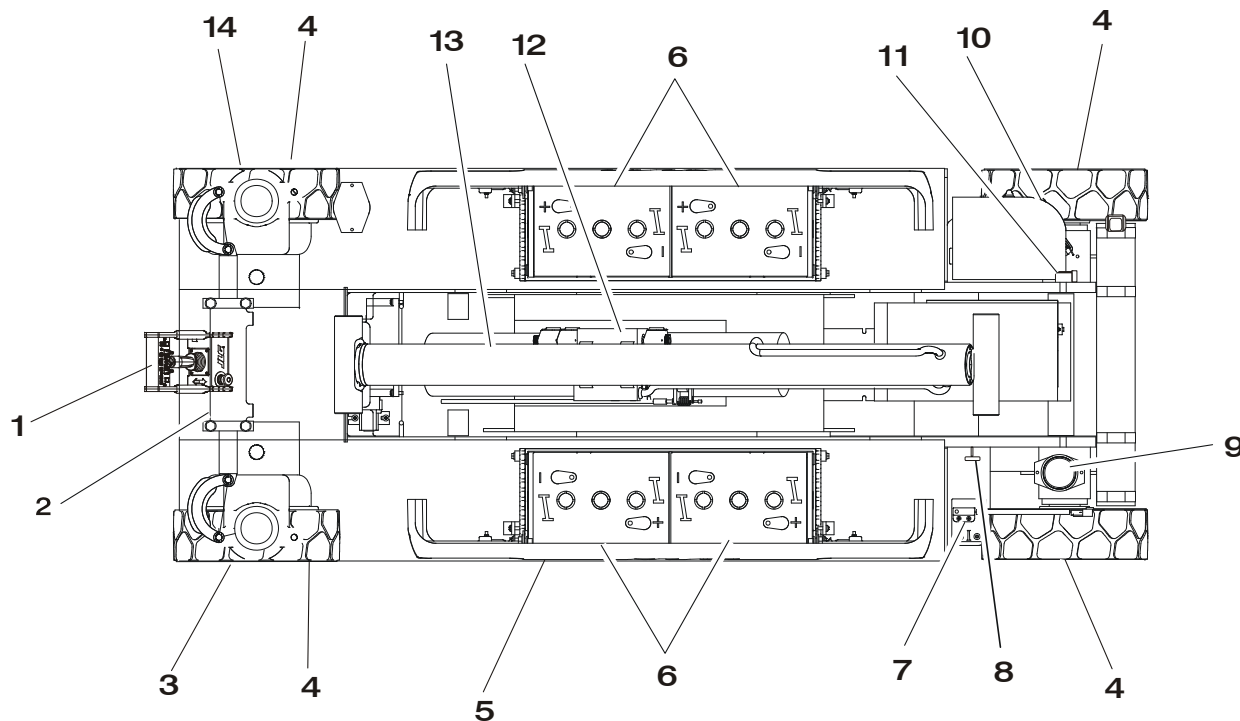

Figura 2-1. Inspección visual diaria - Hoja 1 de 3
5. **Inspección visual** □ Consultar la Figura 2-1